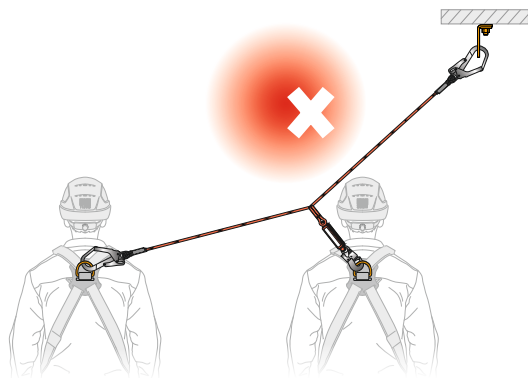

Рис. 7 Недопустимое присоединение к двойным стропам двух пользователей одновременно.
- присоединять к двойным стропам более одного пользователя (**рис. 7**);